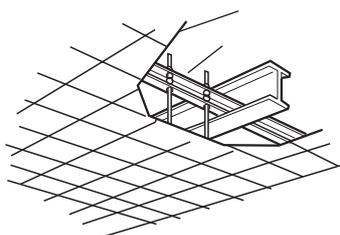

Fig. 6-4
- Utilizar los soportes de techo existentes, o construir uno adecuado (Fig. 6-4).